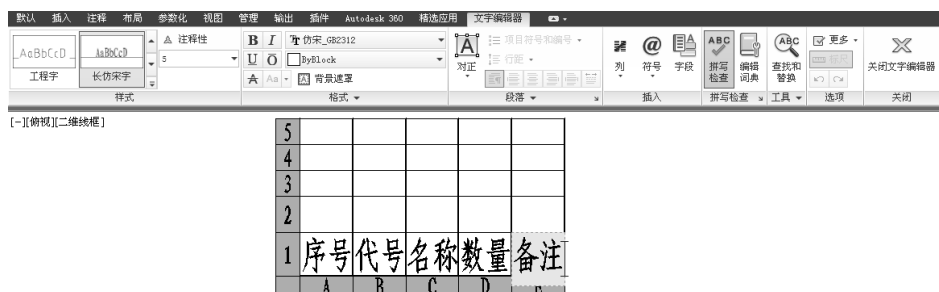

图 6-36 填写表头内容
(2) 单击“确定”按钮, 在屏幕适当位置单击, 指定表格的插入点, 屏幕显示“文字编辑器”功能区上下文选项卡及“在位文字编辑器”。
(3) 在“表头”单元格内填入相应文字, 如图 6-36 所示。